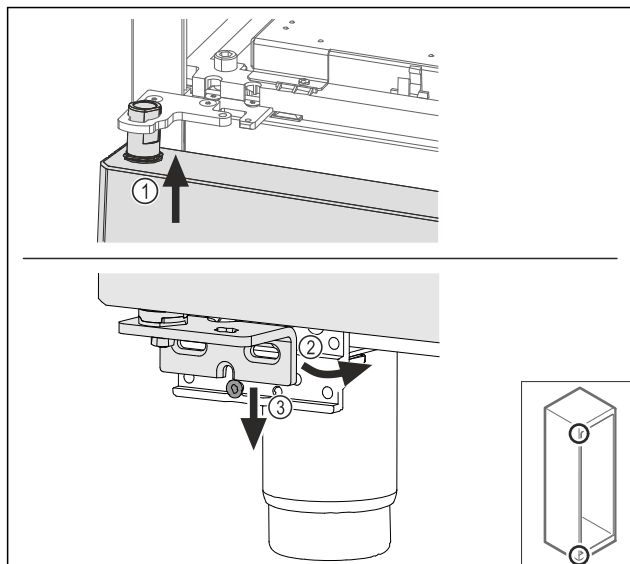

Fig. 63
- Introducir la puerta ligeramente inclinada en la parte superior Fig. 63 (1), alinear la puerta para que quede recta Fig. 63 (2) y colocarla en la parte inferior del tornillo de soporte de cojinetes Fig. 63 (3).